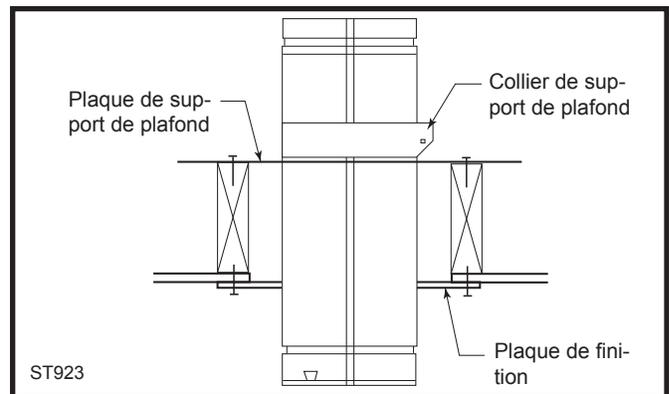

Fig. 35 Support de plafond.
Installez-le en vissant la plaque de support sur le dessus des montants de l'ouverture prévue à cet effet avec les vis fournies. Une plaque de finition (TP) ronde doit être fixée au plafond en utilisant les vis fournies afin d'améliorer la finition. (Fig. 35)
Appliquez un cordon de mastic autour de l'extrémité inférieure de l'amorce de conduit intérieur (se trouvant dans le sac avec le jeu de bûches) et fixez-la au poêle. Appliquez un cordon de mastic autour de l'extrémité supérieure de l'amorce de conduit et installez le coupe-tirage Z31D00 FSDHAG conformément aux instructions de montage correspondantes. (Fig. 35)